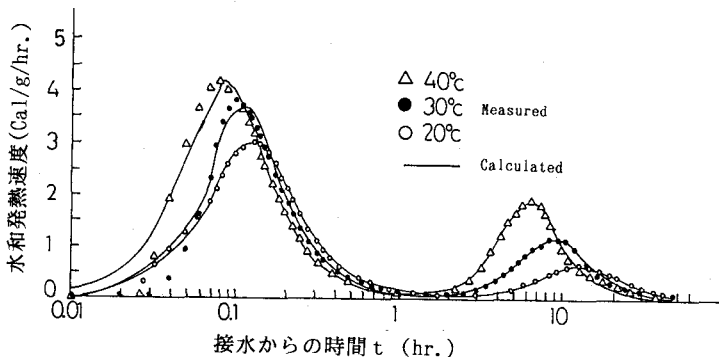

図3 水和発熱速度曲線のあてはめ
(1)式の6個のパラメータ a_1 、 b_1 、 c_1 、 a_2 、 b_2 、 c_2 は、発熱速度試験結果から非線形最小二乗法により計算した。発熱速度試験結果および計算結果は、図3に示すとおりである。これより、実験値と計算値は極めてよく合っている。提案した水和発熱速度の数理モデルは、よく適合することが認められる。パラメータと環境温度 T の関係は表1に示すが、発熱速度に及ぼす温度の影響を明確に表している。